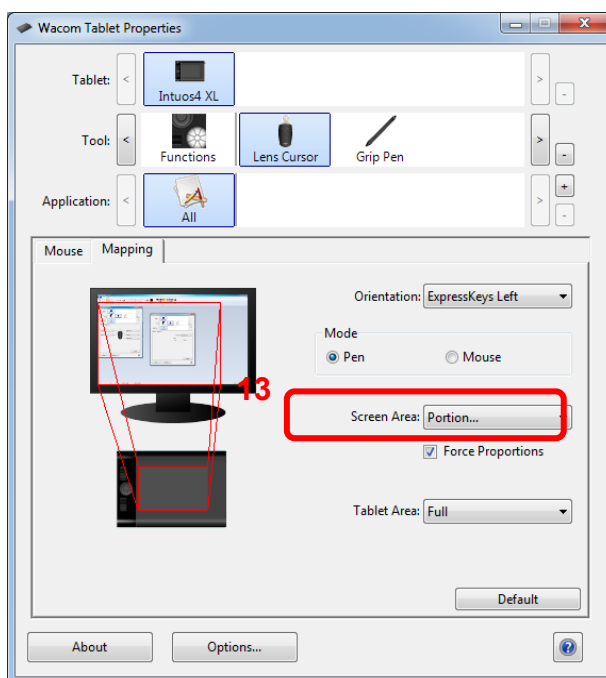
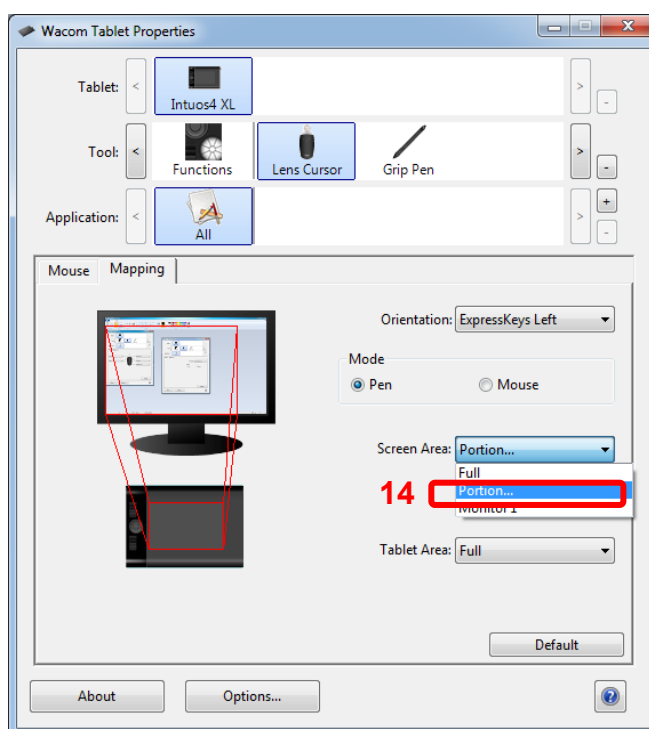
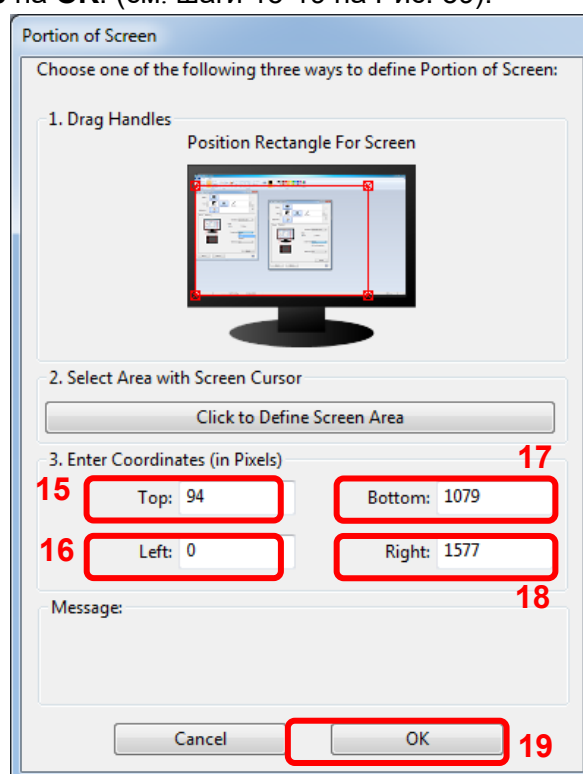

Рис. 57
Рис. 58
Рис. 59 Окно Portion of Screen
4. В позиции **Screen Area** выберите возможность **Portion...** (смс. шаг 13 на Рис. 57 и шаг 14 на Рис. 58). Окно Portion of Screen изображено на Рис. 59.
5. В части окна **3.Enter Coordinates (in Pixels)** загрузите те значения, которые вычислил PlanW и **кликните** на **OK**. (см. шаги 15-19 на Рис. 59).